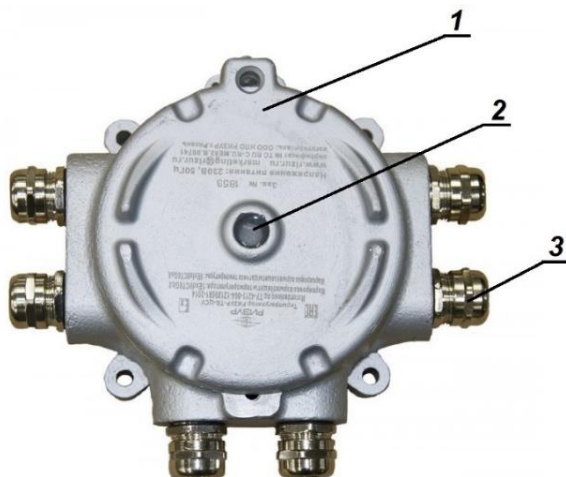

Рисунок 1
1.3.1 Цифровой терморегулятор РИЗУР-ТБ-ЦСУ-1 (рисунок 1) представляет собой цилиндрический корпус с крышкой (1) с установленным в специальном окне (2) светодиодным индикатором. Терморегулятор РИЗУР-ТБ-ЦСУ-1 построен на базе цифровой системы управления. Модуль управления состоит из микроконтроллера, работа которого управляется программным обеспечением, и выносных цифровых датчиков температуры воздушной среды и поверхности обогревателя. Корпус терморегулятора также выполняет функцию соединительной коробки, то есть внутри корпуса расположены клеммные блоки, а на корпусе размещены взрывозащищенные кабельные вводы (3) для подключения обогревателя, силового кабеля и датчиков температуры.